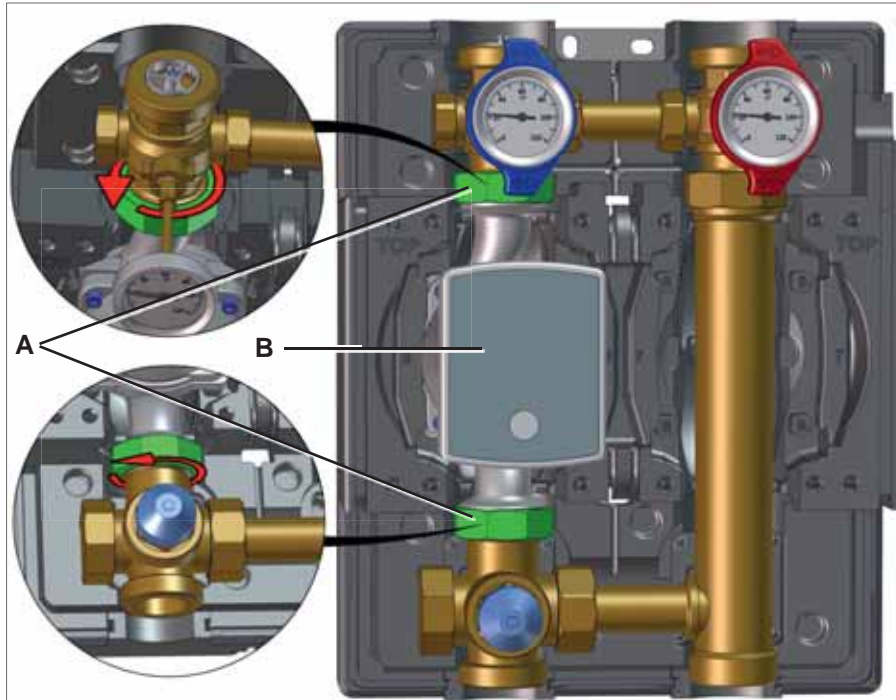

Abb.:7 Umwälzpumpe demontieren
- Lösen Sie die Überwurfmutter (Pos. A) und demontieren Sie die Umwälzpumpe (Pos. B). (siehe Abb.:7)